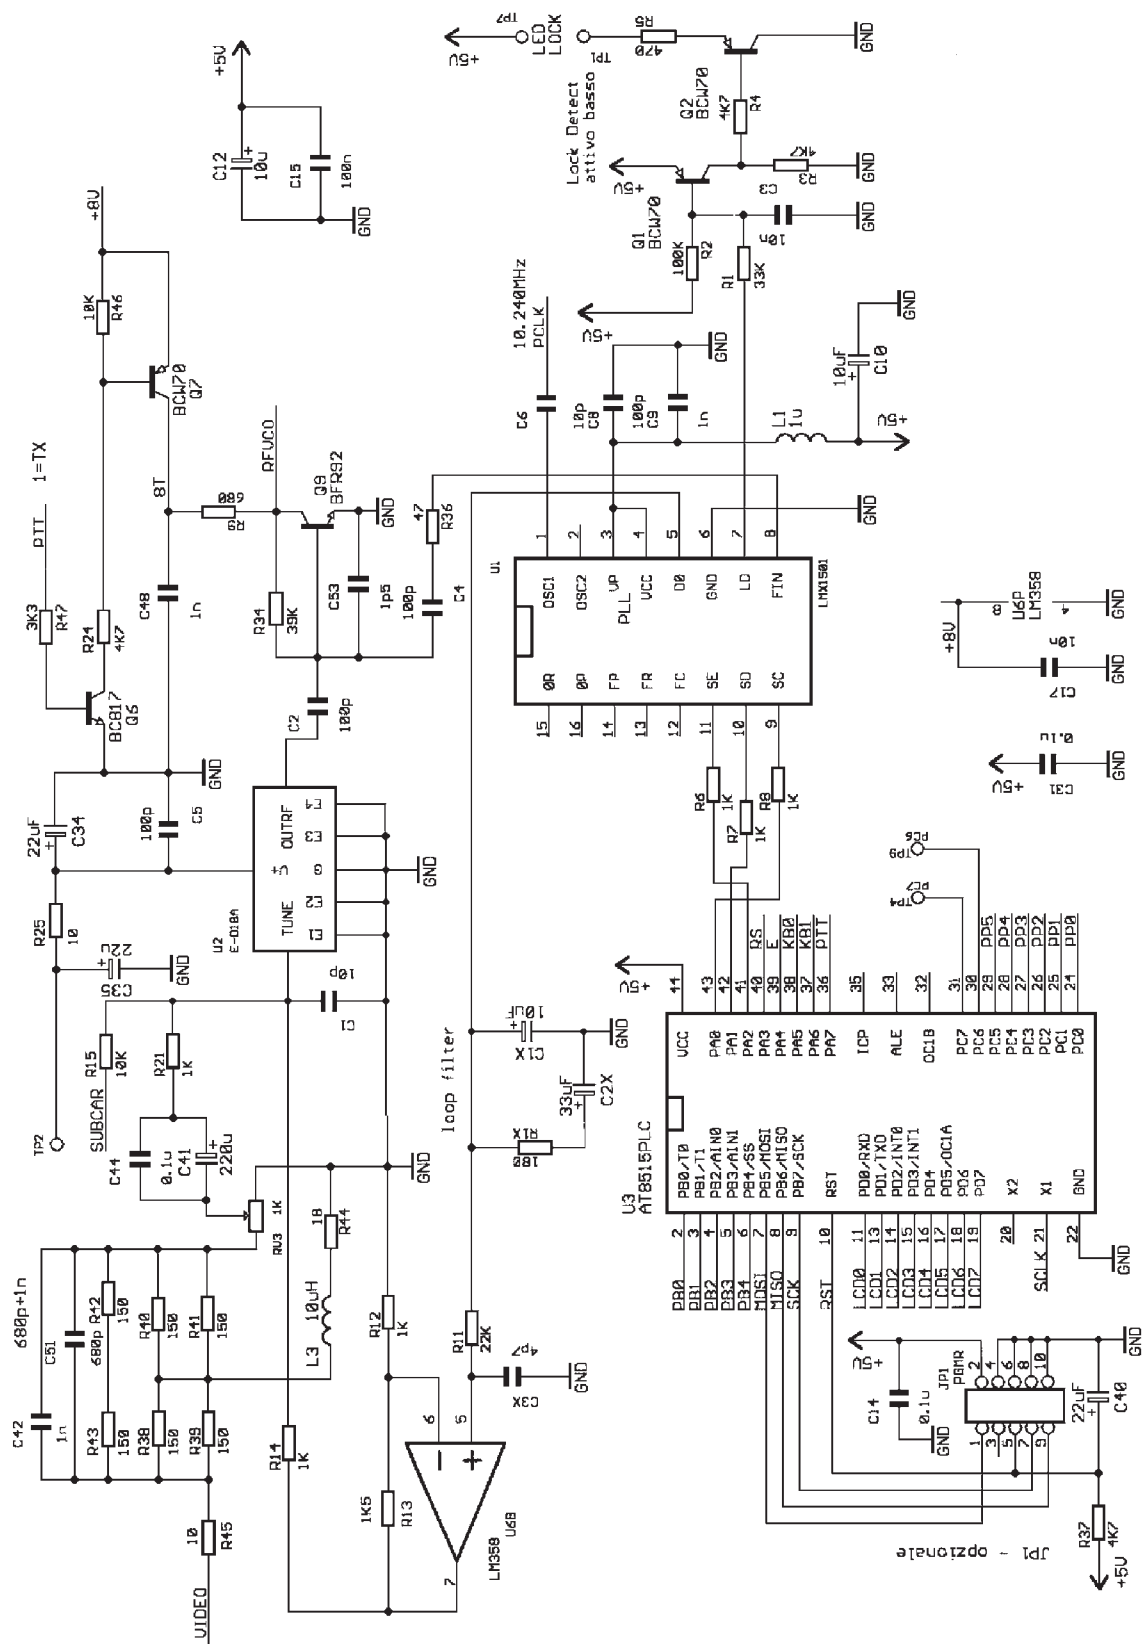

Fig.1.
La prima parte (fig. 1) riguarda il cuore del sistema ovvero il microcontrollore, l'insieme VCO+PLL per la generazione della portante video ed alcuni piccoli circuiti accessori (comando di trasmissione, controllo aggancio PLL e filtro di preenfasi video).
3) Microcontrollore e tastiera/display - Riferimento schema: fig. 1
4) Filtro preenfasi ingresso video - Riferimento schema: fig. 1
5) PLL principale (portante video) - Riferimento schema: fig. 1